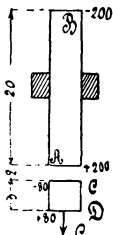

Abb. 36.
121. Ein Stabmagnet von 20 [30] (40) cm Länge, dessen Enden je 200 [800] (1000) (c, g, s) Einheiten magnetischer, entgegengesetzter Mengen enthalten, ist in vertikaler Lage festgeklemmt. In derselben Vertikalen wird ein Magnet von 3 [4] (5) cm Länge, dessen Enden die magnetischen Mengen ± 80 [100] (200) (c, g, s) besitzen, in einem Abstand von 2 [1,5] (0,8) cm schwebend erhalten? Wie groß ist das Gewicht des unteren Magneten? (Abb. 36.)